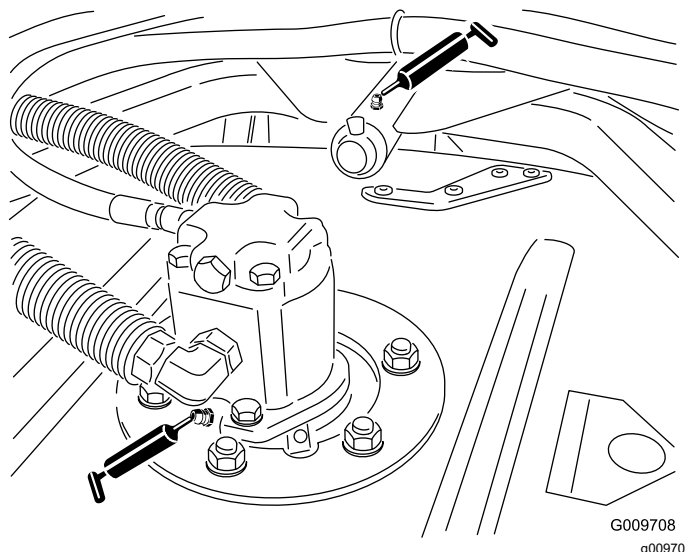

Figura 40
- Cojinetes del eje de la unidad de corte (2 por unidad de corte) tal y como se muestra en la Figura 40
- Cojinetes de los brazos de tiro de las unidades de corte (1 por unidad de corte) tal y como se muestra en la Figura 40